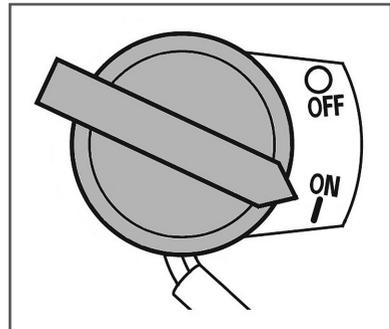

Рис. 13 Выключатель зажигания
6. Выключатель зажигания переведите в положение «ON» (Включено) (Рис. 13).
зигания двигателя в положение «OFF» (Выключено) (Рис. 13).
4. Переведите выключатель зажигания в положение «OFF» (Выключено) (Рис. 13).